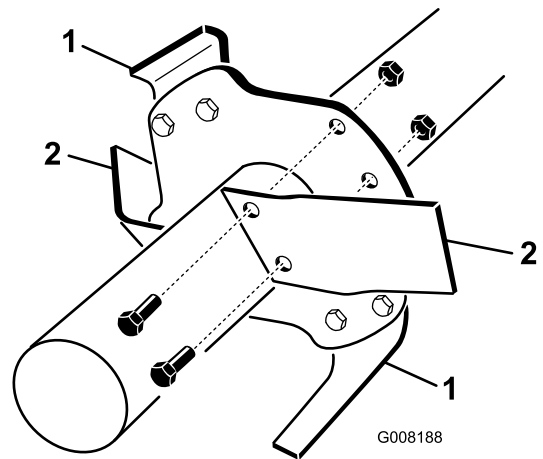

Figura 14
6. Îndepărtați dinii vechi, 1 câte 1 i instalați dini noi (Figura 14).